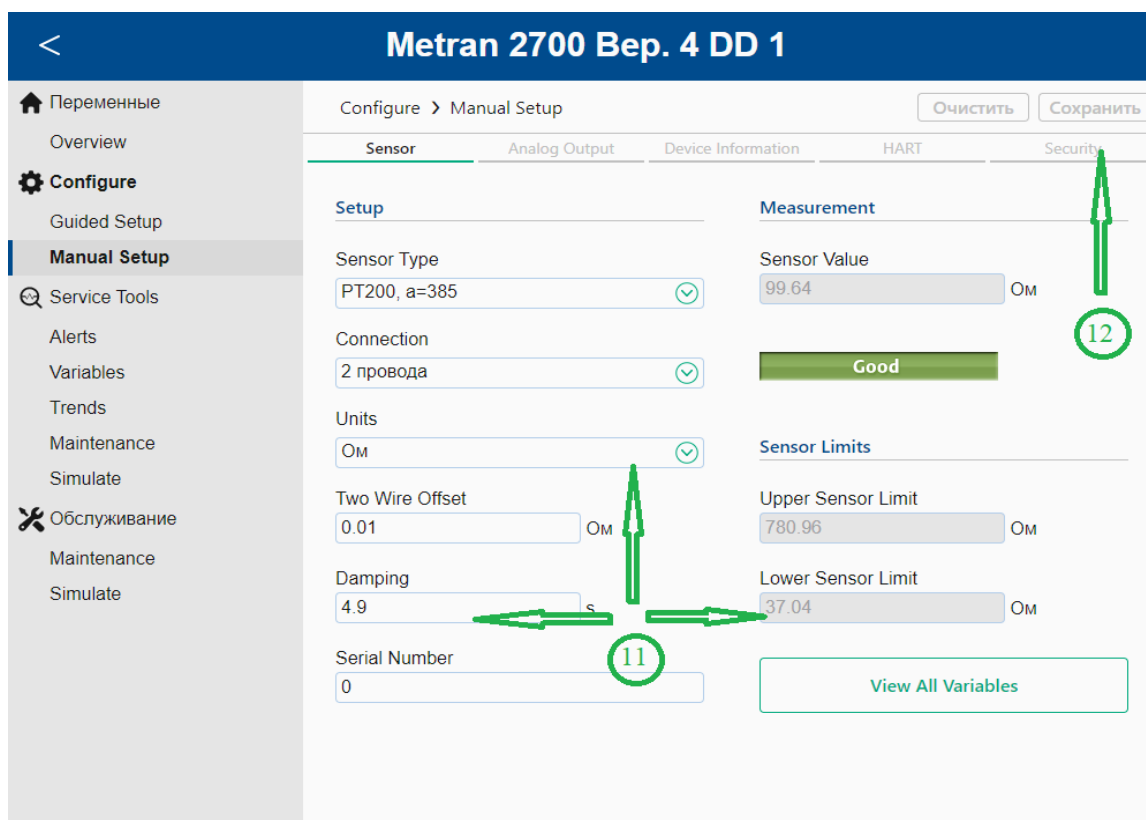

Рис. 21 Элементы конфигурационного окна
- Элемент управления данными – 11 (рис. 21) (п. 3.9.11)
- Вкладка – 12 (рис. 21) (п. 3.9.12)